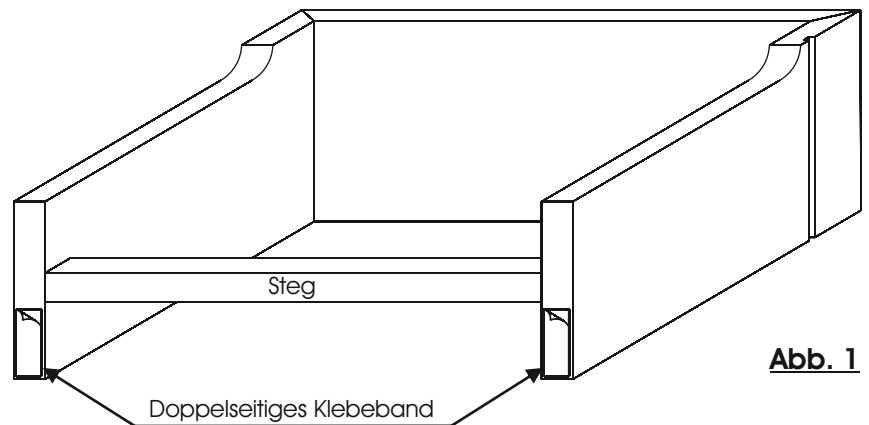

Abb. 1
Achtung: Bei TV-Brücke 1180 kann das Zwischenelement über die Mittelseite der Brücke geschoben werden. Hierzu müssen Sie den hinteren Steg demontieren. (Abb. 1)
3. Entfernen Sie die Schutzfolie des doppelseitigen Klebebandes und schieben das Element vorsichtig in die TV-Brücke. Drücken Sie hierzu den Deckel der Brücke etwas hoch. (Abb. 1 & 2)